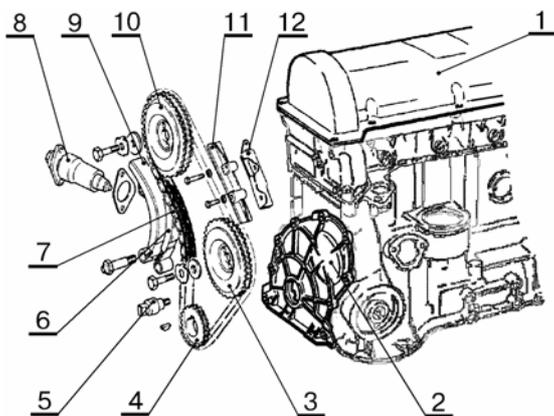

Рис.12.
- снять крышку 1, рис.12, головки цилиндров и прокладку (головка сменная 10 и вороток коловоротный или удлинитель и гайковерт типа ИП - 3111);